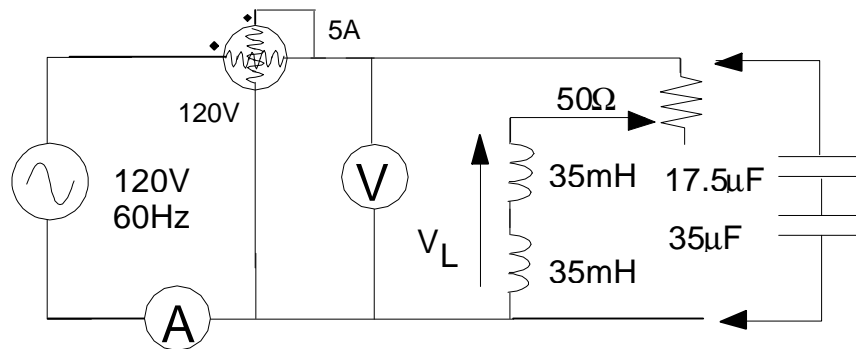

Figura 5.2
3. En el circuito de la figura 5.2, calcular la corriente que indica el amperímetro, la potencia activa medida por el vatímetro y el factor de potencia en la carga antes y después de conectar los condensadores. "Que observa?. Analice los resultados.
Monte el circuito de la figura 5.2 (use como resistencia de 50Ω un reóstato de 100Ω ajustando el cursor a la posición adecuada. Las bobinas de 35mH corresponden a las bobinas de 1200 espiras). Mida la corriente, la potencia activa y las tensiones en los inductores (V_L) y en la resistencia, antes y después de conectar los condensadores en paralelo con la carga. De las mediciones realizadas, calcular la impedancia de la carga y el factor de potencia, antes y después de conectar los condensadores en paralelo. Comparar los resultados experimentales con los teóricos.